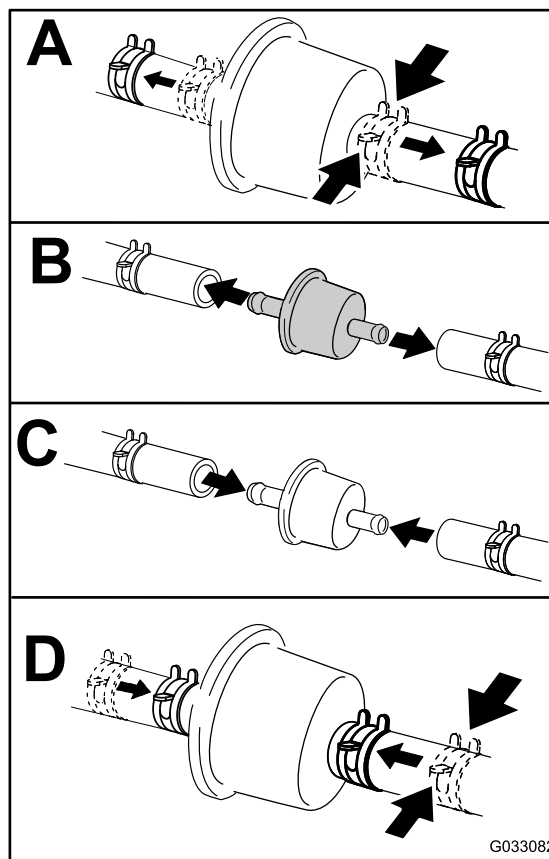

Figure 51
5. Remplacez le filtre à carburant (Figure 51).